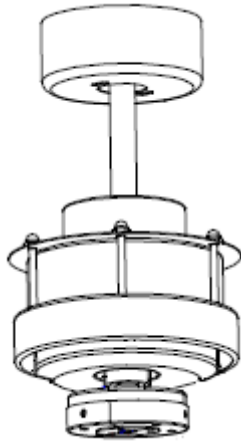

Fig. 4
- Accrocher le ventilateur sur le support de montage. Figure. 4